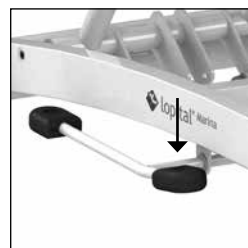

Abbildung 8 Nach unten bewegen.
- Die Liege wird nach unten bewegt, indem das kurze Teil des Fußpedals gedrückt wird (Siehe Abbildung 8).